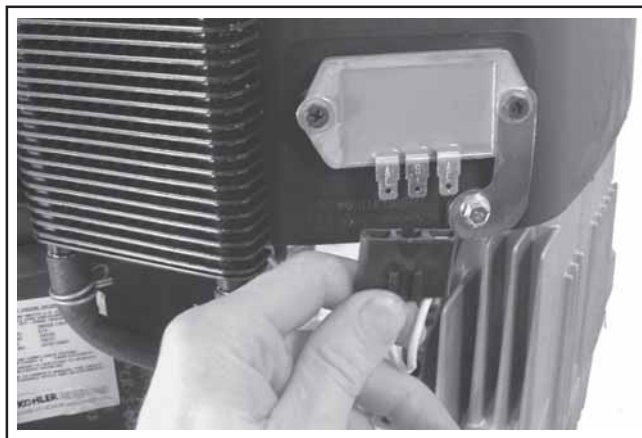

Figure 9-20. Débranchement de la prise du redresseur-régulateur.
1. Débrancher les câbles de l'interrupteur de démarrage sur le carter du ventilateur (s'il y en a un). Débrancher le connecteur du redresseur-régulateur. Utiliser l'extrémité de la jauge ou un outil similaire plat pour plier la languette de blocage, puis retirer la borne B+ du centre de la prise. Voir la Figure 9-20. Ceci permet de retirer le carter du ventilateur sans toucher au faisceau de câbles.